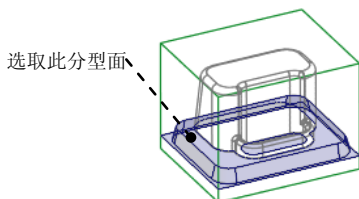

图 4.13 选取分型面
Step4. 选取分割曲面。在“体积块分割”操控板中单击  右侧的 **单击此处添加项** 按钮将其激活。然后选取图 4.13 所示的分型面。